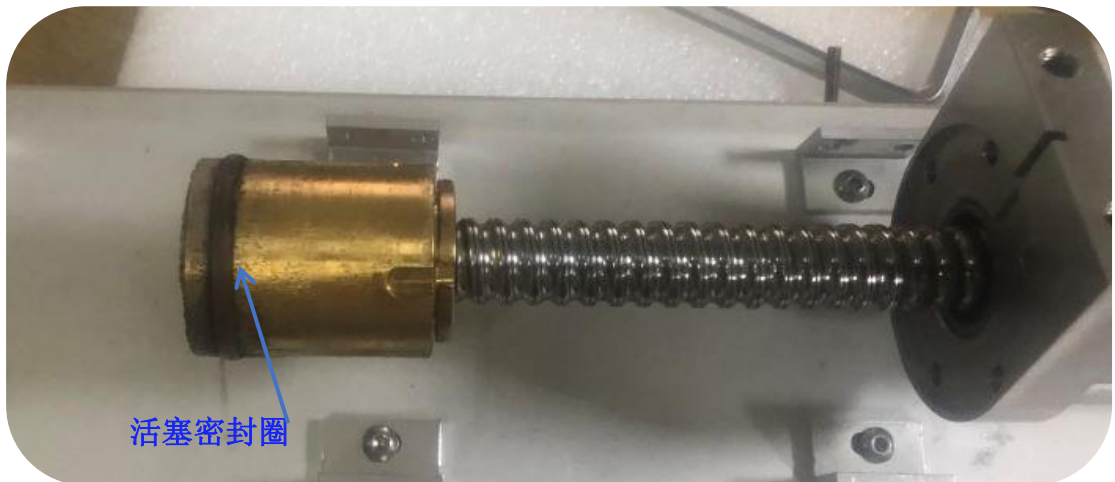

图 12 更换活塞密封圈
8. 更换活塞密封圈：若密封圈完好则不用更换；若破损则取大小为 31.5\*3mm 的密封圈,更换前必须在密封圈表面均匀涂上 DC4 硅脂，更换完成如图 12 所示：